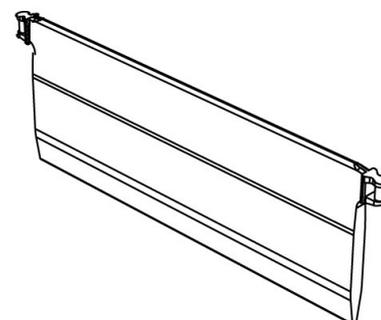

Abb. 5: Beschwerungsplatte
7. Schieben Sie in die Tasche am unteren Ende der Lamelle je eine Beschwerungsplatte (Abb. 5) ein. Die beiden Zapfen müssen nach oben zeigen.